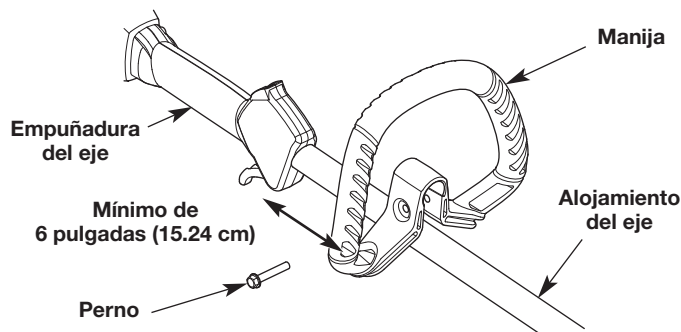

Fig. 2
1. Oprima la manija hacia abajo sobre el alojamiento del eje (Fig. 2). El orificio del perno de la manija debe quedar a la derecha.
2. Inserte el perno en el orificio del perno y oprímalo para que pase a través de él (Fig. 2). Apriete el perno con una llave tubular de 3/8" pero no apriete por completo.
3. Mientras sujeta la unidad en la posición de funcionamiento (Fig. 11), desplace la manija hasta la ubicación que le ofrece el mejor agarre. Ubíquela como mínimo a 6 pulgadas (15.24 cm) del extremo de la empuñadura del eje (Fig. 2).
1. Afloje el perno con una llave tubular de 3/8" (Fig. 2).
2. Mientras sujeta la unidad en la posición de funcionamiento (Fig. 11), desplace la manija hasta la ubicación que le ofrece el mejor agarre. Ubíquela como mínimo a 6 pulgadas (15.24 cm) del extremo de la empuñadura del eje (Fig. 2).